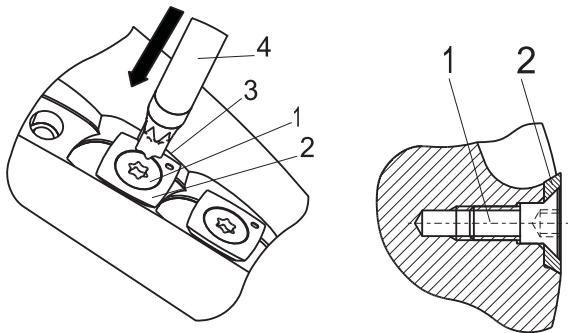

Abb. 4
(s. Abb. 4)
2. Schraube (1) mit Torxschlüssel (4) lösen und vollständig aus dem Messersitz entfernen.
3. CASTOR-Schneide (2) aus der Messeraufnahme entnehmen.
4. Messerauflage (3) und alle dazugehörigen Einzelteile reinigen. Darauf achten, dass alle Spannflächen frei von Verschmutzungen, Öl, Fett und Wasser sind.
5. Gewendete oder neue CASTOR-Schneide präzise einsetzen (s. Abb. 4).
7. Mit passendem Drehmomentschlüssel (4) auf das erforderliche Anziehdrehmoment von 4 Nm festspannen.